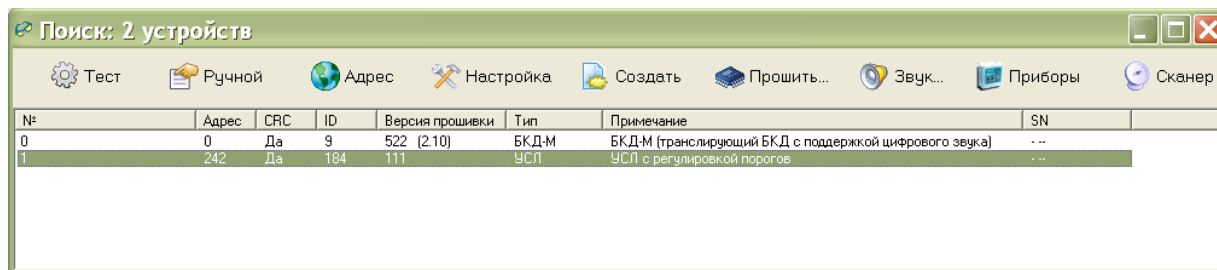

Рисунок 10 - Поиск адресных устройств
4) Выполнить поиск усилителя, выбрав пункт меню «БКДПоиск устройств». По окончании поиска проверить наличие «УСЛ» в таблице устройств (рисунок 10).
6) Для изменения адреса усилителя выбрать пункт меню «Адрес» в окне «Поиск» и установить новый требуемый адрес в соответствии с рабочим проектом системы, в которой используется УСЛ-П (рисунок 10).
3) Выполнить поиск устройств в программе RASOS (рисунок 10).
- 3) Выполнить поиск усилителя в программе RASOS (рисунок 10).
- 5) Выполнить команду поиска устройств «БКД/Поиск устройств...». Для обновления программного обеспечения следует в окне «Поиск» выбрать строку с требуемым УСЛ-П, нажать на кнопку «Прошить...» (рисунок 10).